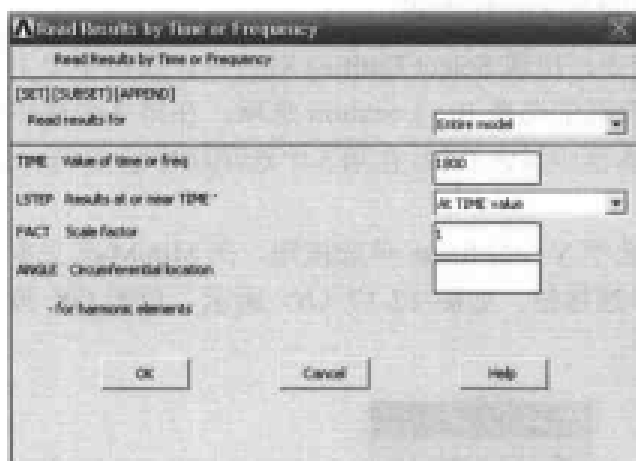

图 12-14 读取求解结果对话框
(1) 选择 Main Menu | General Postproc | Read Results | By Time/Freq 命令, 出现 Read Results by Time or Frequency 对话框, 在 TIME Value of time or freq 文本框中输入 1800, 其余选项采用默认设置, 如图 12-14 所示, 单击 OK 按钮关闭该对话框。